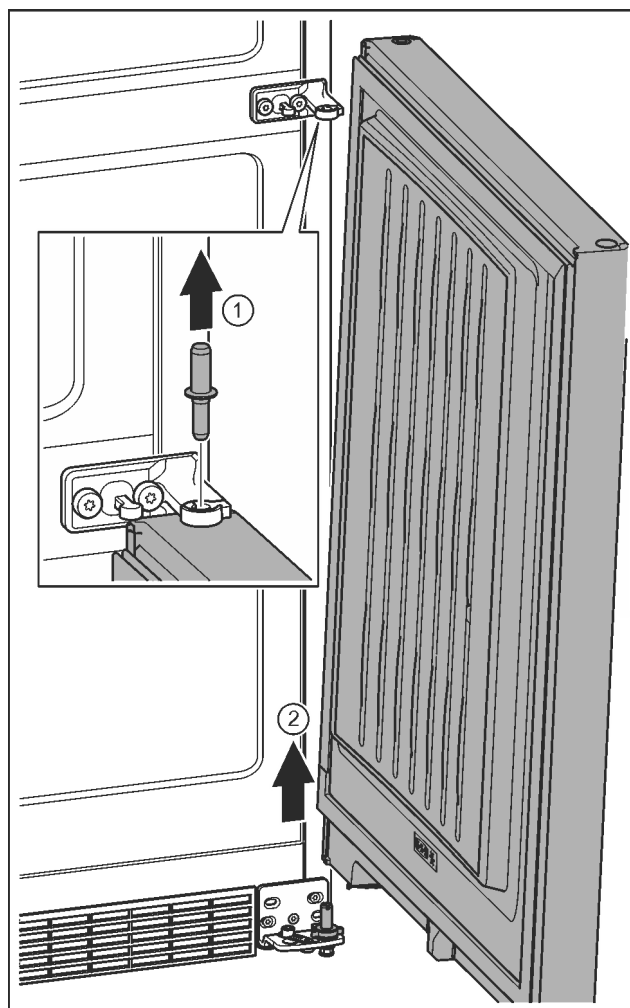

Fig. 12
- Estrarre il perno verso l'alto. Fig. 12 (1)
- Ruotare la porta per estrarla sollevandola e sistemarla da parte. Fig. 12 (2)